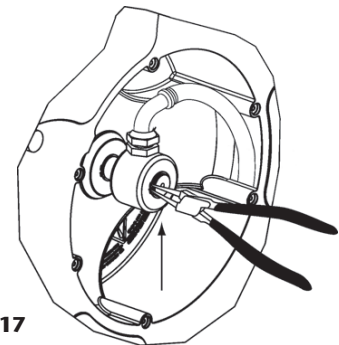

Fig. 17
3. Entfernen Sie den Spannungring und entnehmen Sie das Drehgelenk. Vorsicht, beschädigen Sie nicht den O-Ring des Drehgelenks (Fig. 17).